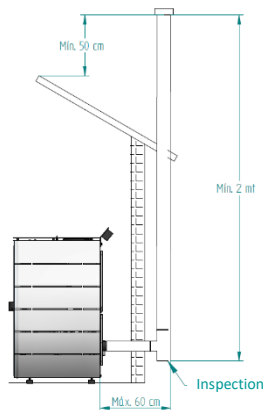
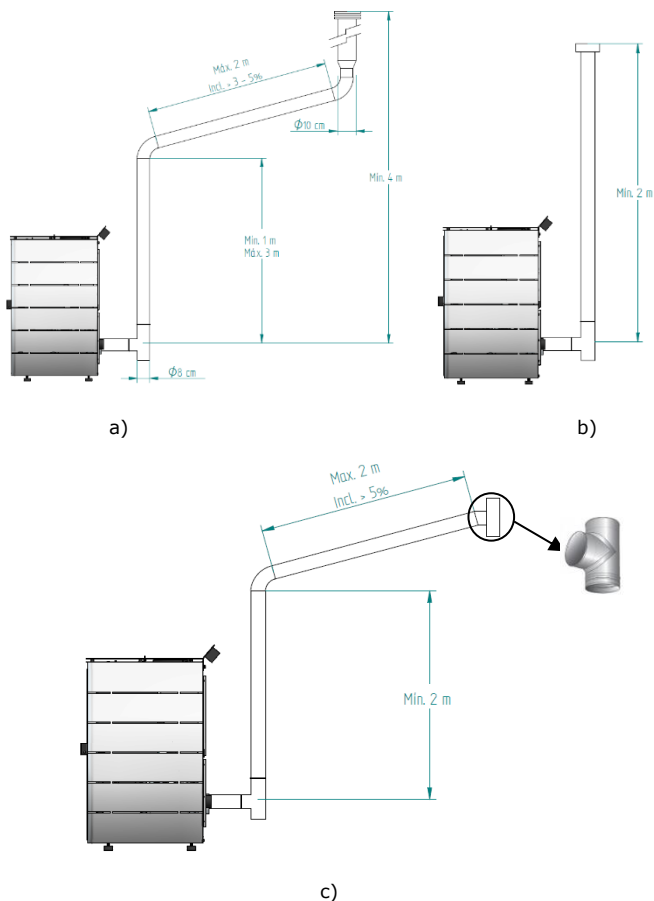

Figure 5 - Vue latérale de l'installation sans cheminée avec l'exemple du point d'inspection
Figure 6 - Exemples d'installations types
- Conformément à ce qui est indiqué sur la Figure 6, le conduit d'évacuation doit être réalisé de façon à ce que le nettoyage et l'entretien soient garantis par la présence de points d'inspection.
L'installation du poêle à granulés de bois, s'il n'existe aucune cheminée, doit être effectuée comme indiqué sur la Figure 5, en branchant le tube d'évacuation des fumées (d'un diamètre interne minimum de 80 mm) directement vers l'extérieur et sur le toit. Des tubes isolés à double paroi en inox doivent être utilisés pour éviter tout phénomène de condensation, et correctement fixés. Prévoir sur la base du tubage un raccord en T pour des inspections périodiques et l'entretien annuel, comme indiqué sur la Figure 6.
La Figure 6 indique les critères de base pour l'installation de la cheminée du poêle.